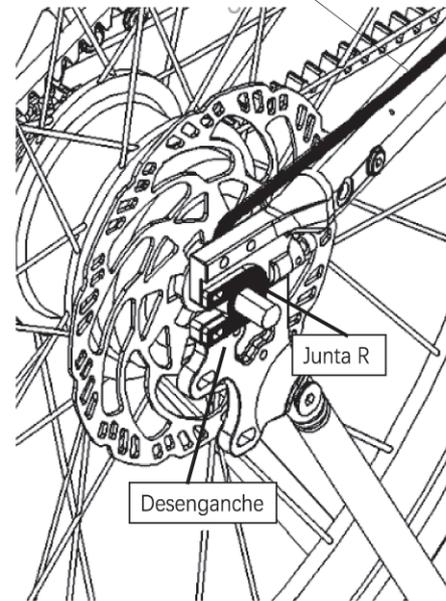

Figura 33.
h. Encuentre cuatro tornillos de la junta R M4*12 en la caja de accesorios, y utilice una llave Allen de 3 mm para bloquear las juntas R en las punteras izquierda y derecha. La dirección de apertura de la junta R es la misma que la de la puntera, y la dirección de estampado de la junta R está cerca de la puntera, como se muestra en la Figura 33.